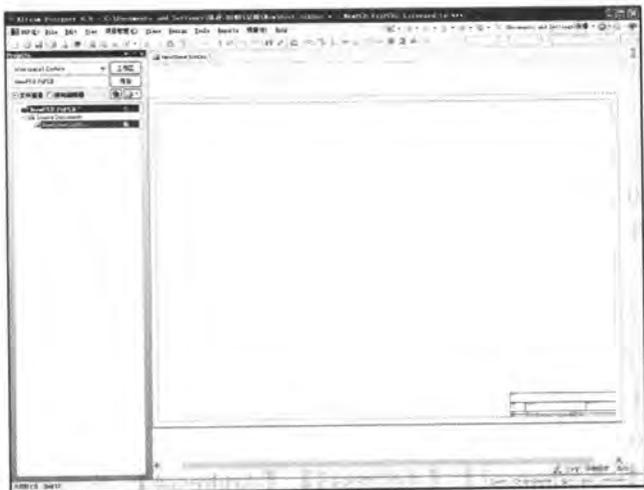

图 3-15 设置参数后的原理图图纸
- [12] 参数设置完毕，单击 **确认** 按钮关闭【文档选项】窗口，设置后的原理图如图 3-15 所示。